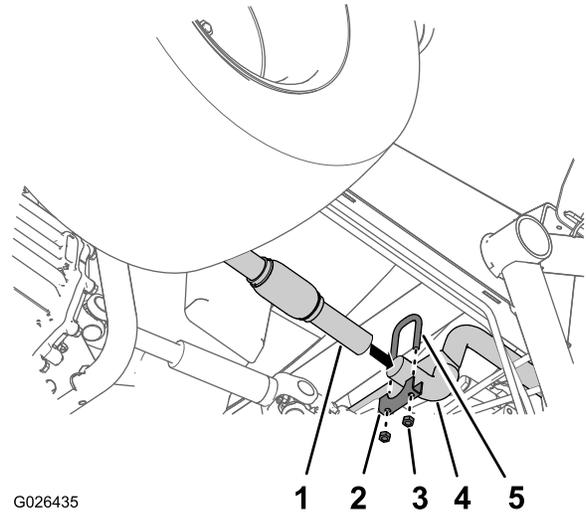

Figura 10
1. Limpie la superficie exterior del extremo abierto del tubo en Y (Figura 10).
2. Deslice el extremo del tubo de escape (cerca de la articulación flexible) sobre el extremo del tubo en Y hasta que el tubo en Y esté bien asentado en el tubo de escape (Figura 10).
4. Monte un perno en U (1-1/4 pulgada), una breda (1-1/4 pulgada), y 2 tuercas en la unión del tubo de escape y el tubo en Y (Figura 10).